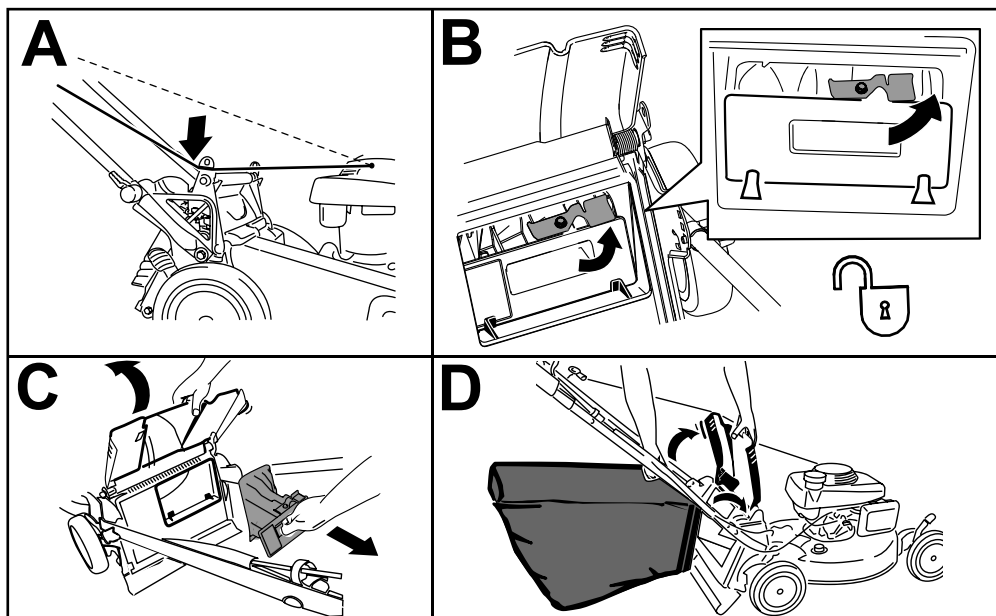

図 23
**注** 後部プラグを外すには、プラグについているレバーを右に回す **図 23**。
4. 集草バッグピンから出ているバッグの前上部分を、ハンドルブラケットのノッチにぶら下げる 図 23。